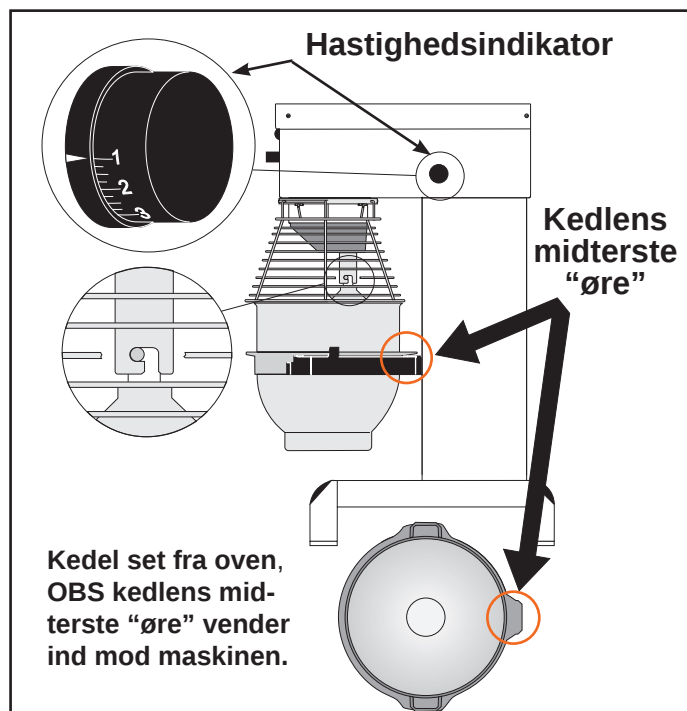

Fig. 2
- B** **OBS:** kedelarmene skal være i laveste stilling. Kedel placeres i kedelarmene. Kontroller at kedlen er skubbet helt tilbage i armene og at kedelringens midterste "øre" vender ind mod maskinen (**fig 2**). Røreværktøjet placeres i bajonetakslen. Tappen på værktøjet skal drejes helt ind i bajonethullet. Sikkerhedsskærmen lukkes
- F** Tryk på  og  til den ønskede hastighed er fundet, hastigheden aflæses på indikatoren på maskinens side (**fig.2**). Se også "**Anbefalede max. hastigheder**" (**fig.1**).